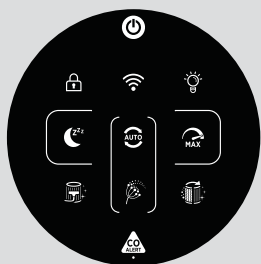

Рис. 9
РЕЖИМ АЛЛЕРГИИ НА ПЫЛЬЦУ [Рис. 9]:
Режим аллергии на пыльцу работает только, если выбран АВТОМАТИЧЕСКИЙ РЕЖИМ. [Рис. 9с]
- Индикатор аллергии на пыльцу горит БЕЛЫМ [Рис. 9а]: Прибор и приложение контролируют наличие пыльцы снаружи, и риск отсутствует.
- Индикатор аллергии на пыльцу горит ЖЕЛТЫМ [Рис. 9б], а кольцевой индикатор аллергии на пыльцу – БЕЛЫМ [Рис. 9а]: Прибор и приложение обнаружили риск.